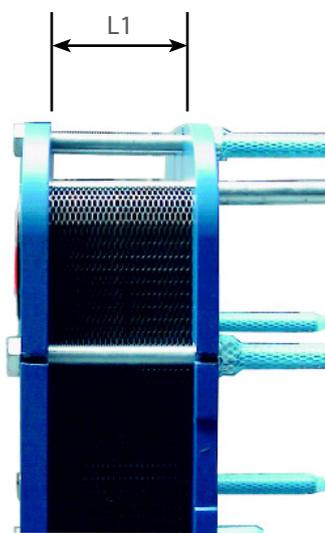

Fig 12
- Der Festziehvorgang ist beendet, wenn der Abstand zwischen den Innenflächen beider Gestellplatten gleich dem Abstand Spannmaß "L1" auf der Vertragszeichnung ist - siehe Bild 12.